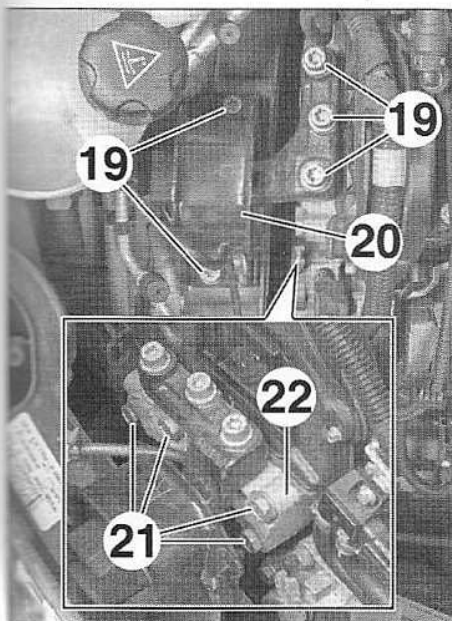
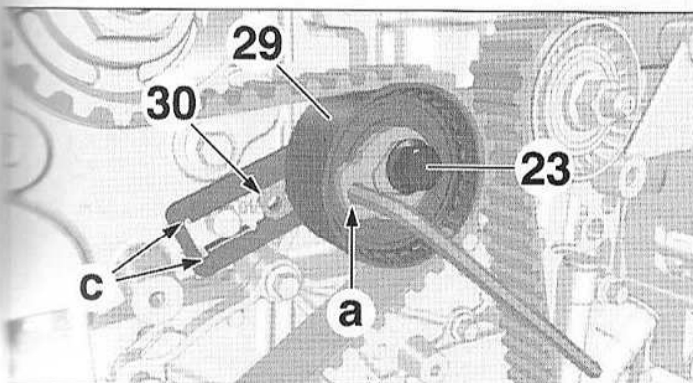

FIG.7
FIG.10
- Déposer (Fig.7) :
- les vis (19),
- le silentbloc moteur droit (20),
- les vis (21),
- le support moteur droit (22).
- À l'aide d'une clé six pans en (a), tourner le galet tendeur (29), dans le sens antihoraire, jusqu'à ce que l'index mobile (30) soit situé au centre de la fenêtre (c) (Fig.10).
- Dans cette position, serrer la vis (23).
- Reposer (Fig.7) :
- le support moteur droit (22),
- le silentbloc moteur droit (20).
- Vérifier que l'index mobile (30) soit toujours situé au centre de la fenêtre (c) (Fig.10).